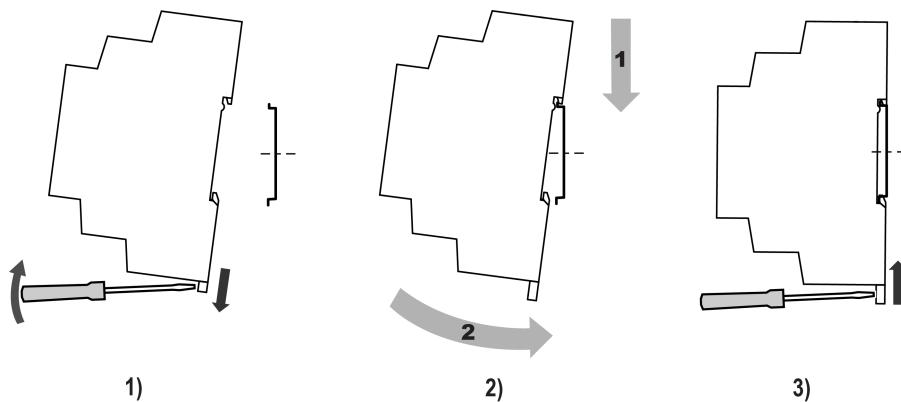

Рисунок 5.2 – Монтаж прибора
2. Вставив отвертку в проушину, оттянуть защелку (см. рисунок 5.2, 1). Прибор установить на DIN-рейке.
3. Прибор прижать к DIN-рейке (см. рисунок 5.2, 2, стрелки 1 и 2). Отверткой вернуть защелку в исходное положение.